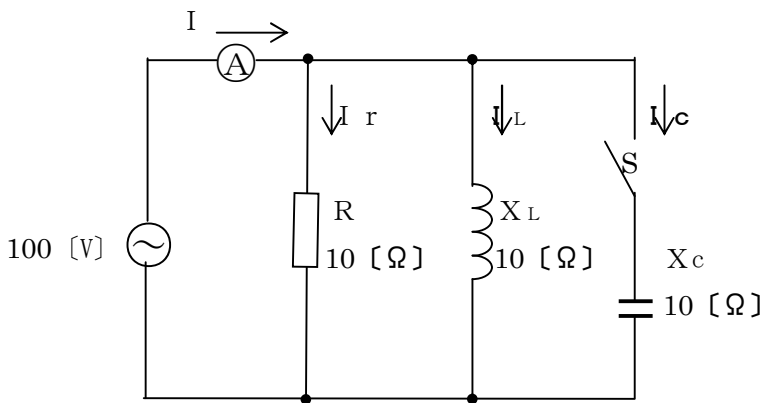
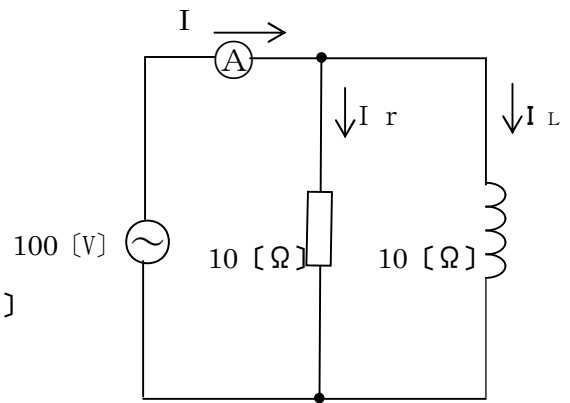

図15-4-1
図15-4-2
スイッチSが「開」で : コンデンサー回路に電流が流れないので図15-4-2の様にかえられる。したがって、RとXの並列接続回路として考える。
- ② 題意の合成電流を計算するため、図15-4-1および図15-4-2の回路でR、XL、XCの並列接続の合成インピーダンスZを計算し、電源電圧を合成インピーダンスZで割る。
- ③ 上記①の考え方を下図のようにベクトル図で表すことが出来る。この方法を用いるとほとんど暗算で出せる場合が多いので、慣れるようにしよう。
① スイッチSが「開」 (図15-4-2の回路)
② スイッチSが「閉」 (図15-4-1の回路)